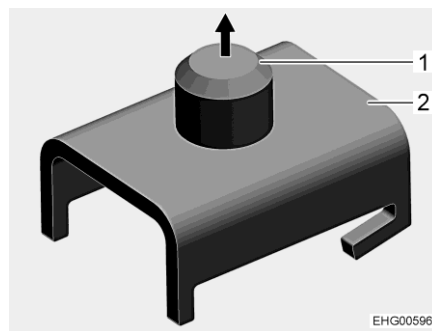
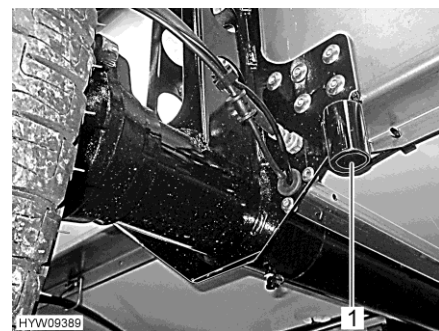

Bild 231 Adapter für Aufnahme Hinterachse
Bild 232 Aufnahme Hinterachse
- Wenn ein Rad an der Hinterachse gewechselt werden soll: Adapter (Bild 231,2) auf dem Wagenheber befestigen.
- Bolzen (Bild 231,1) in Aufnahme der Hinterachse (Bild 232,1) einführen.